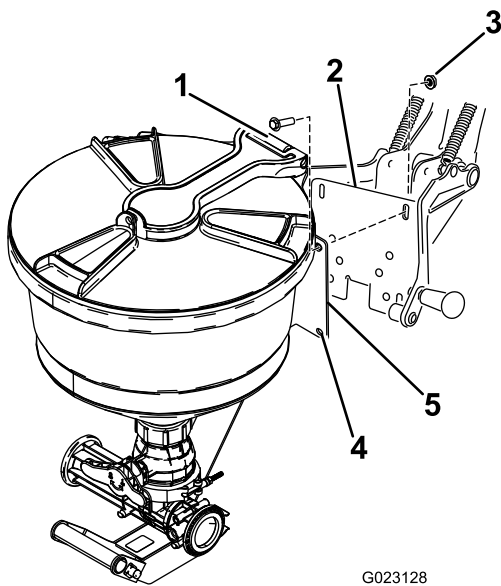

図 11
5. エダクタ・アセンブリの取り付けプレートについている穴を、クレードル・アセンブリのバックプレートの長穴に合わせる (図 11)。